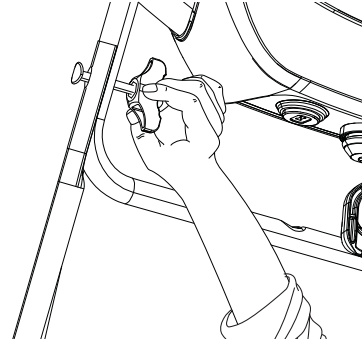

Figure 3
- Serrer les boutons de la poignée jusqu'à ce qu'ils affleurent. (Figure 3).